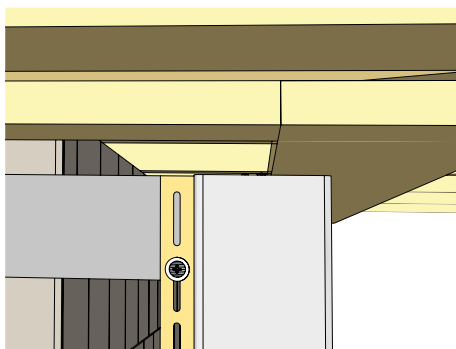
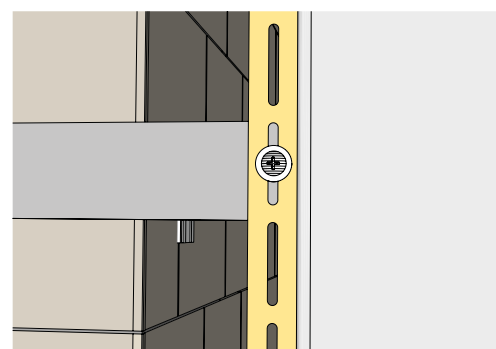

Рисунок 7
Рисунок 8
- 6.2** Все вертикально монтируемые элементы (виниловый сайдинг, доборные элементы) вывешиваются во второе — третье перфорационное отверстие на саморез/зы. Это единственный саморез, который вкручивается в верхний край перфорационного отверстия (рис. 7), остальные саморезы необходимо вкручивать точно в середину перфорационных отверстий (рис. 8)